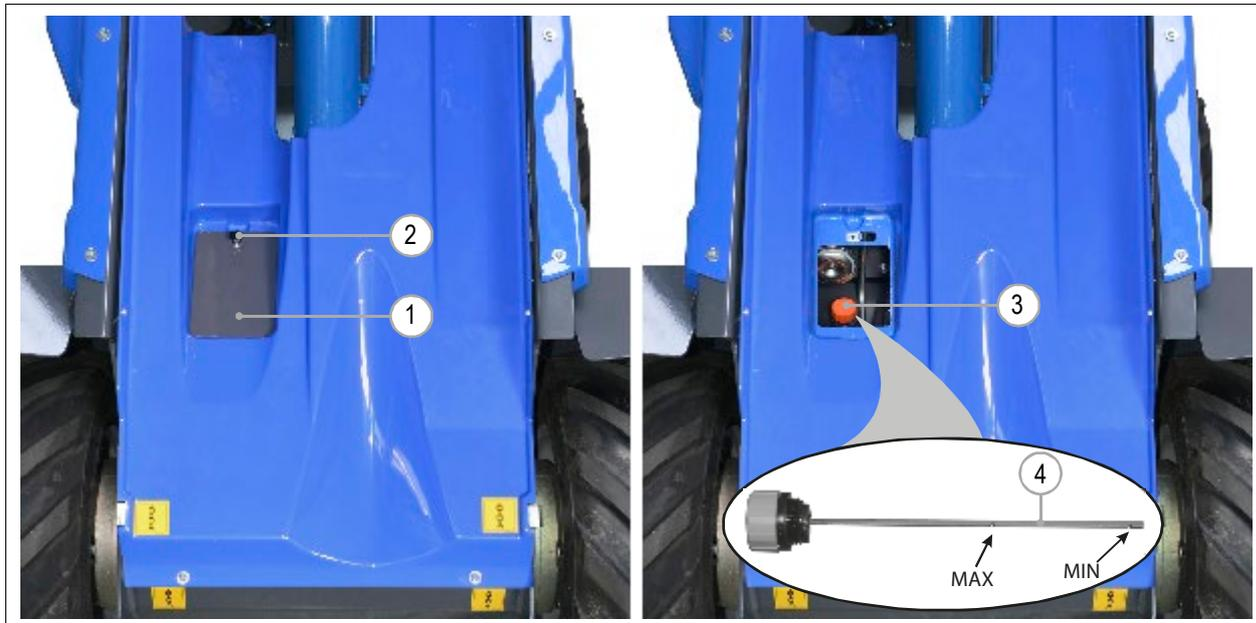

РИС. 45
- 3) Открутите ручку (РИС. 45 Сс. 2), откройте крышку (РИС. 45 – Сс. 1), расположенную рядом с правым передним колесом.
- 4) Снимите крышку бака гидравлического масла (РИС. 45 – Сс. 3).
- 5) Убедитесь, что уровень масла не выходит за пределы отметки MIN на щупе (РИС. 45 – Сс. 4).